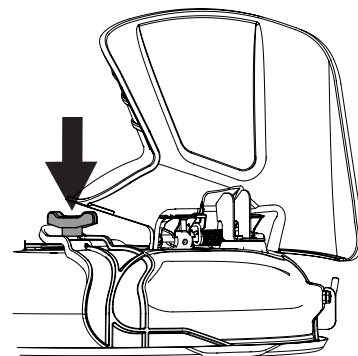

Figure 6
3. Fixez le bouchon de déchiquetage avec un écrou papillon. Voir Figure 6.